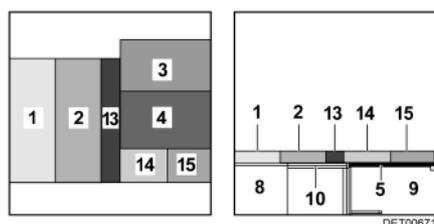

Fig. 48 Después de la transformación
- Colocar el cojín del asiento (Fig. 48,2) del banco longitudinal sobre la prolongación del armazón de la cama del banco longitudinal.
- Colocar el cojín del respaldo (Fig. 48,1) del banco longitudinal entre el cojín del asiento y la pared exterior.
- Colocar el cojín del asiento (Fig. 48,4) del banco delantero sobre el tablero de la mesa.
- Colocar el cojín del respaldo (Fig. 48,3) del banco delantero entre el cojín del asiento y el respaldo.
- Colocar dos cojines adicionales cortos (Fig. 48,14 y 15) delante del cojín del asiento (Fig. 48,4).
- Colocar el cojín adicional largo (Fig. 48,13) sobre la prolongación del armazón de cama.